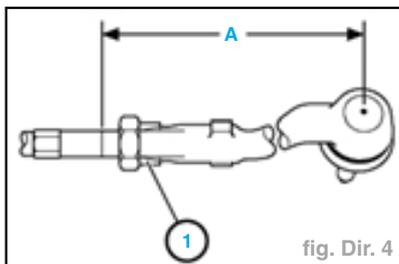

fig. Dir. 4
Remarque : Mesurer sur l'ancienne barre d'accouplement la cote (A) et régler la nouvelle barre selon cette cote afin de faciliter le réglage du parallélisme, veiller au bon positionnement de la bague de serrage (1) et de l'écrou (fig. Dir. 4).